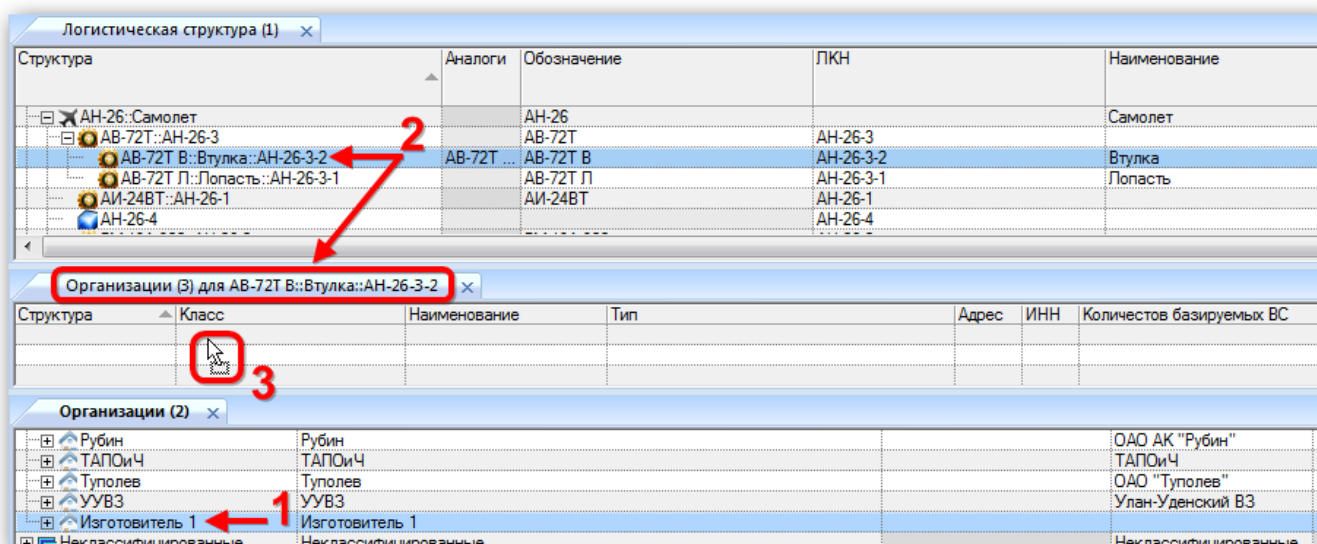

Рис. 9-51 – Перемещение организации в окно связанных объектов «Организации» для компонента
3) Нажать кнопку «Организации» панели «Связанные объекты». Откроется окно связанных объектов «Организации» для выбранного компонента (2 на рис. 9-51).
4) Переместить организацию из рабочего окна «Организации» в окно связанных объектов «Организации» для компонента (1 и 3 на рис. 9-51).